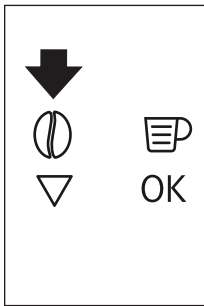

Abb. 15
- ▶ Drücken Sie das ☉ Symbol (B4) (Abb. 15) und wählen Sie die Funktion für vorgemahlenen Kaffee.
- ▶ Wenn Sie anschließend wieder zurück zur Kaffeebereitung mit Kaffeebohnen schalten wollen, deaktivieren Sie die Funktion für vorgemahlenen Kaffee mit der Sensortaste ☉ (B4) (Abb. 15).